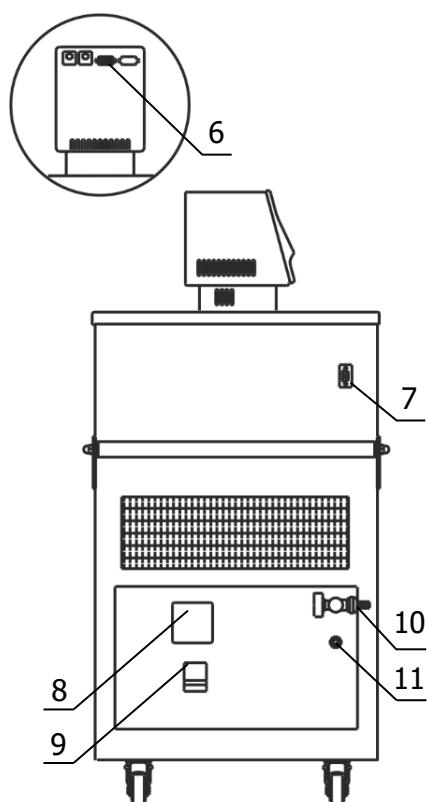

Рисунок 4 — Боковая панель термостата
2.2.5 К переливному штуцеру 11 (рисунок 4) присоединить гибкий шланг, второй конец которого опустить в емкость для сбора излишков теплоносителя объемом 1.5-2 литра.
2.2.7 Вставить вилку сетевого кабеля блока регулирования в розетку 8 (рисунок 4). Соединить кабелем из комплекта поставки блок регулирования (разъем 6) и холодильную машину (разъем 7). Сетевой кабель термостата подключить к питающей сети напряжением 220 В. Для этого в лабораторном помещении должна быть установлена электрическая розетка из комплекта поставки термостата.
2.2.8 Автоматический выключатель 9 (рисунок 4) перевести в положение «включено».
2.3.3 При работе термостата на температурах, близких к нижней границе диапазона регулирования необходимо доливать теплоноситель до момента слива его из переливного штуцера 11 (рисунок 4) при охлаждении термостата на каждые 10 °C.
- на короткое время перевести автоматический выключатель 9 (рисунок 4) в положение «выключено»;
2.4.4 Перед повторным запуском холодильной машины после наступления аварийной ситуации необходимо отключить питание термостата, для этого перевести автоматический выключатель 9 (рисунок 4) в положение «выключено».
2.5.5 Надеть сливной шланг из комплекта поставки на кран 10 (рисунок 4) и закрепить его хомутом. Свободный конец шланга опустить в емкость для сбора теплоносителя объемом не менее 15 литров.